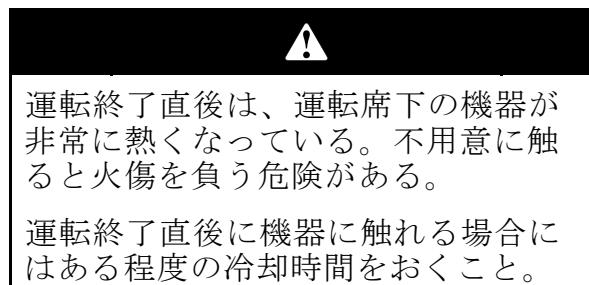

図 39
- 油量が少なければ、バルブ・カバーの上についている補給口(図 39)を開け、ディップスティックの Full マークまでオイルを補給する；オイルの種類や粘度の選択については「エンジン・オイルについて」を参照。補給するときは、ディップスティックで確認しながら少量ずつ入れてください。入れすぎないよう注意してください。